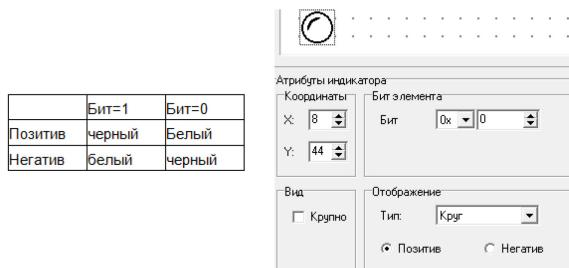

Рис. 4.15. Индикатор
- Нажать кнопку  . Откроется область задания параметров индикатора (см. рис. 4.15).